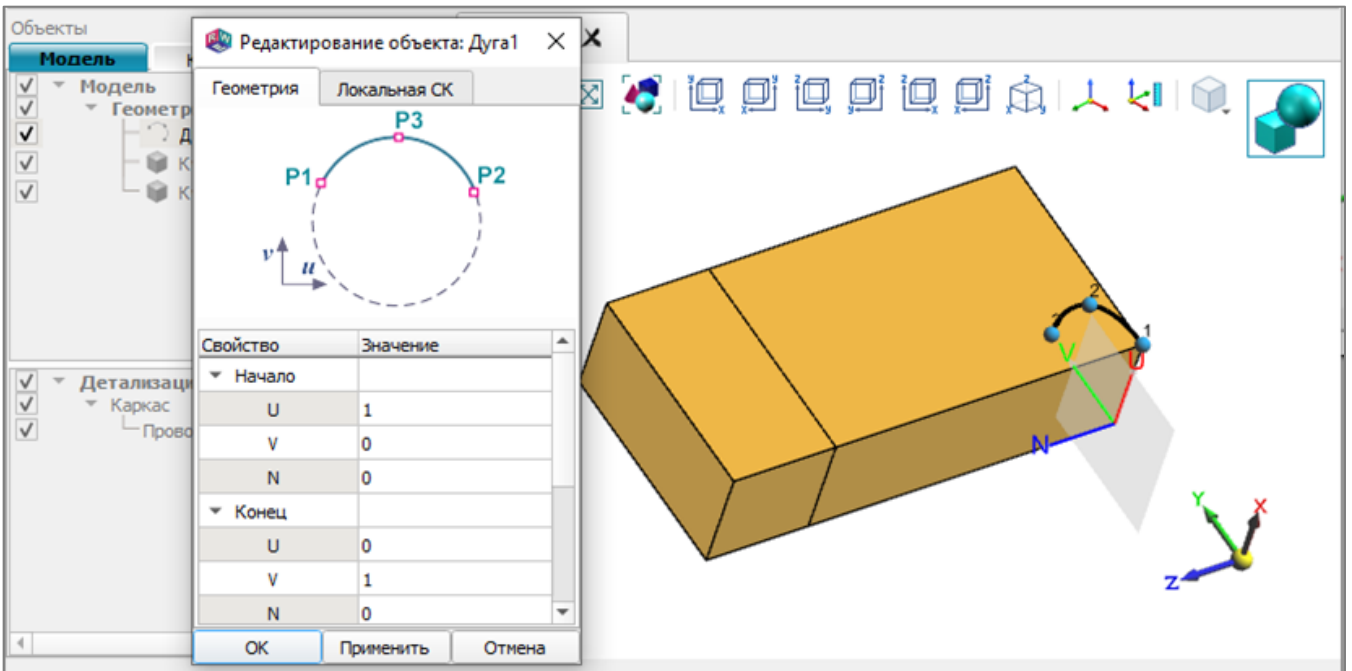

Рис. 25
2) для интерактивного редактирования выделить двойным щелчком объект *Дуга* в окне визуализации или дереве «Модель». Объект примет вид, показанный на рис. 25. Одновременно будет выведено и окно редактирования свойств объекта;